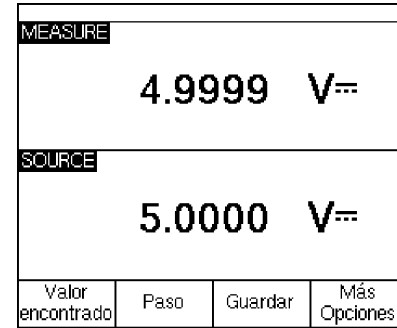

Figura 4. Ejemplo de Medición/Fuente
7. Ahora pulse  para pasar al modo simultáneo de pantalla dividida MEDICION/FUENTE. El calibrador está determinando valores y midiendo voltaje de corriente continua. Se pueden ver las lecturas de medición en la ventana superior y el valor activo de la determinación de valores en la ventana inferior tal como se muestra en la Figura 4.